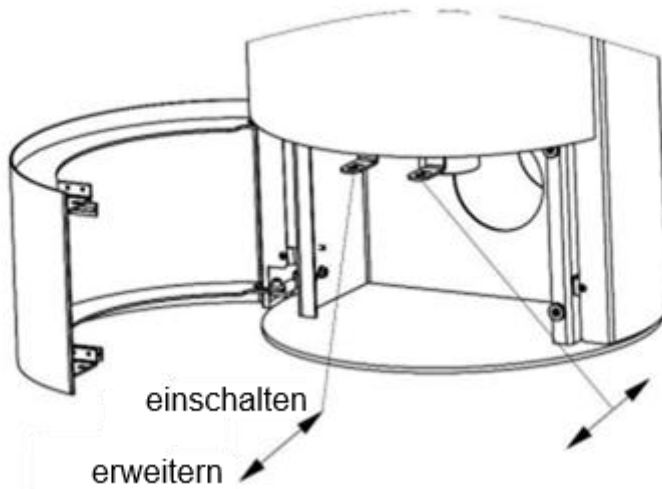

Abb. 9
- Nachdem das Holz vollständig entzündet ist, nach ca. 2 Minuten, schließen Sie das Ventil je nach Bedarf entsprechend der Pfeilrichtung, wie in Abb. 9 gezeigt.